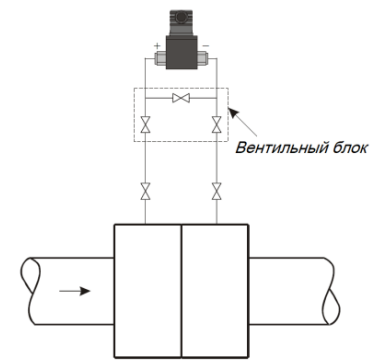
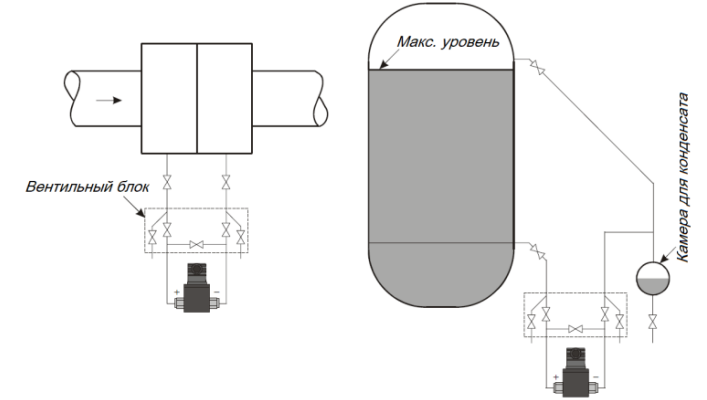

Рисунок 2. Монтаж датчика для измерения давления газа.
Рисунок 3. Монтаж датчика для измерения давления жидкости.
4.6 Для датчиков с параллельным расположением штуцеров соединительные линии от места отбора давления должны иметь односторонний уклон (не менее 1:10) вверх к датчику, если измеряемая среда – газ (см. рис. 2), и вниз к датчику, если измеряемая среда – жидкость (см. рис. 3.). Если это невозможно, при измерении давления газа в нижних точках соединительных линий следует устанавливать отстойные сосуды, а при измерении давления жидкости в наивысших точках – газосборники. Отборные устройства для установки датчиков рекомендуется монтировать на прямолинейных участках, на максимально возможном удалении от насосов, запорных устройств, колен, компенсаторов и других гидравлических устройств.